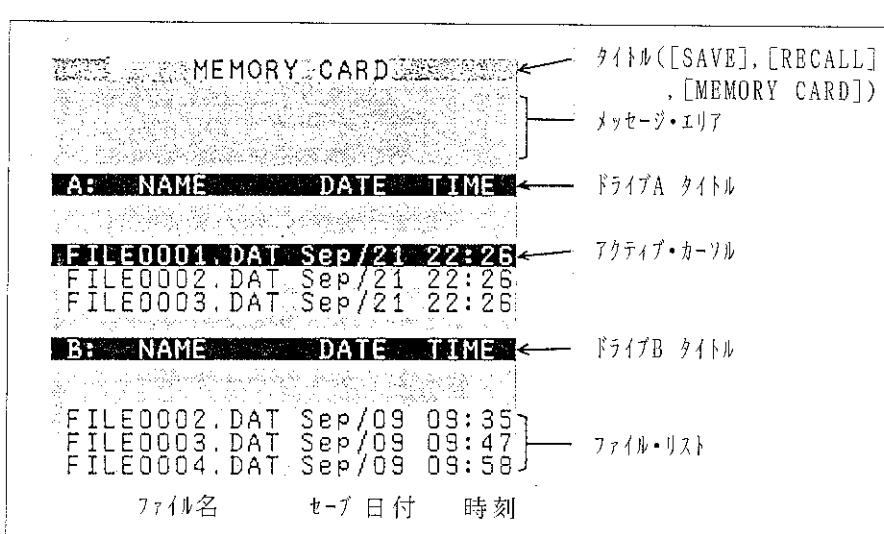

図 7-39 ファイル・リスト画面
(RCL) (RCL) (4) のいずれかを押すと、[図7-39] に示す